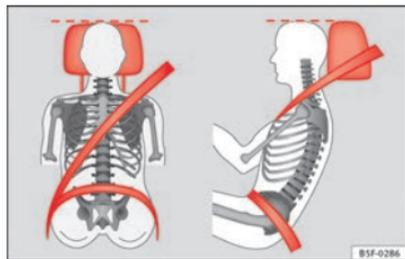

Fig. 85 Vue de face et de côté : appuie-tête et ceinture réglés correctement.
- Ajustez l'appuie-tête de sorte que le bord supérieur de celui-ci soit à la même hauteur que la partie supérieure de la tête, et au minimum à la hauteur des yeux ⇒ fig. 85.